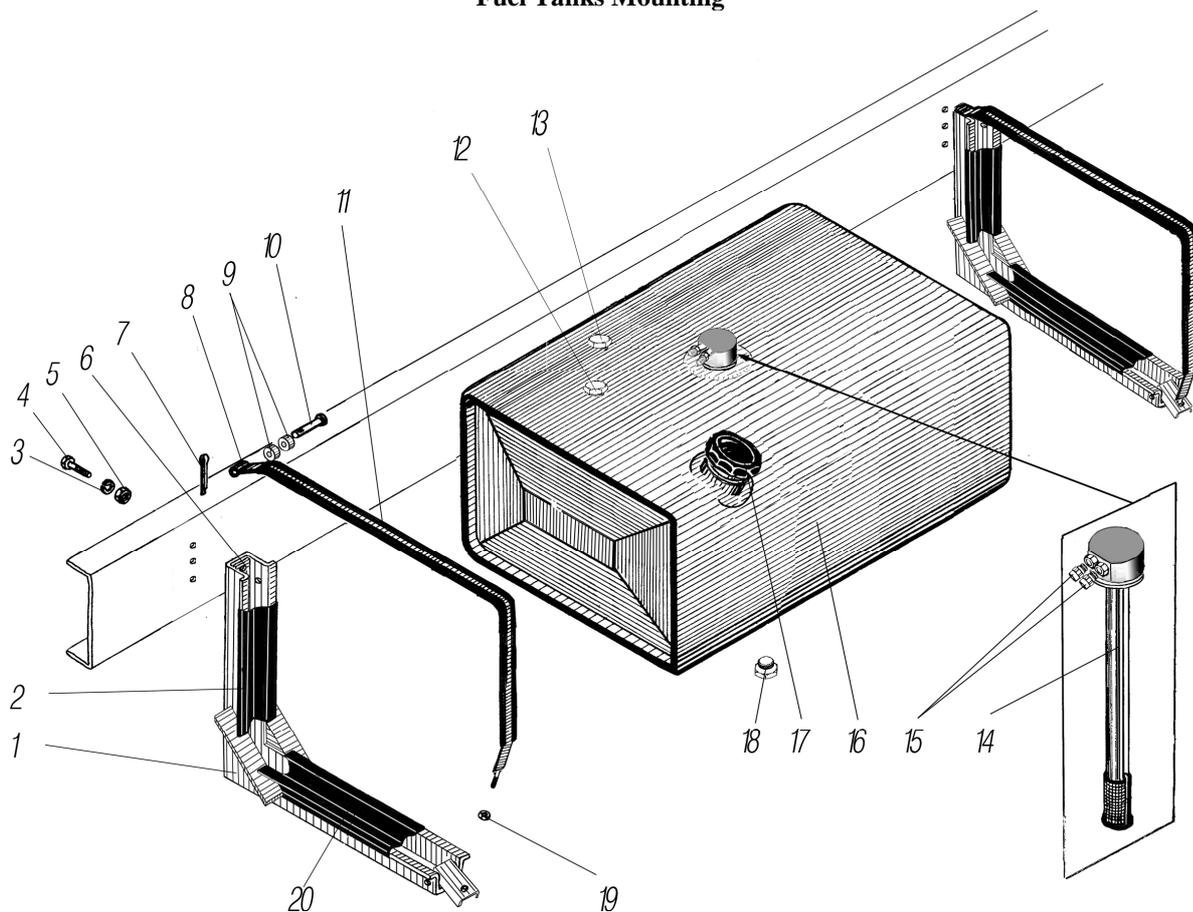

Рисунок 1.5
*³ См. рисунок 1.5
See figure 1.5